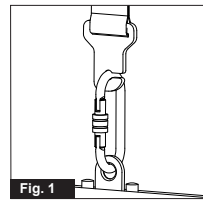

Fig. 1
Il est possible que le lève-personne horizontal continu à s'abaisser sur les côtés du lit et qu'il vienne par conséquent toucher le patient (voir figure 1).
1. GH3 – la sangle de levage peut être mise en place à l'aide du crochet ovale fourni (voir figure 1).